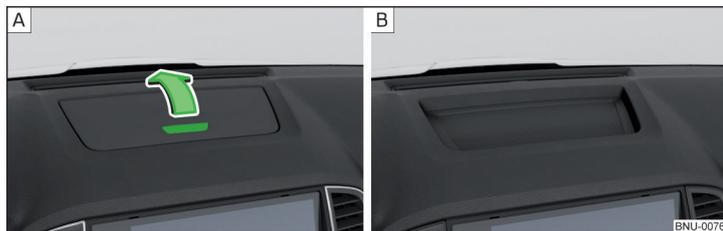

Abb. 108 Ablagefach öffnen / Nicht abschließbares Ablagefach
- Zum **Öffnen** die Taste drücken » Abb. 108 - , der Deckel klappt in Pfeilrichtung.
Bei einigen Fahrzeugen verfügt das Ablagefach über keinen Deckel » Abb. 108 -  oder ist anstelle des Ablagefachs ein Lautsprechergritter verbaut.